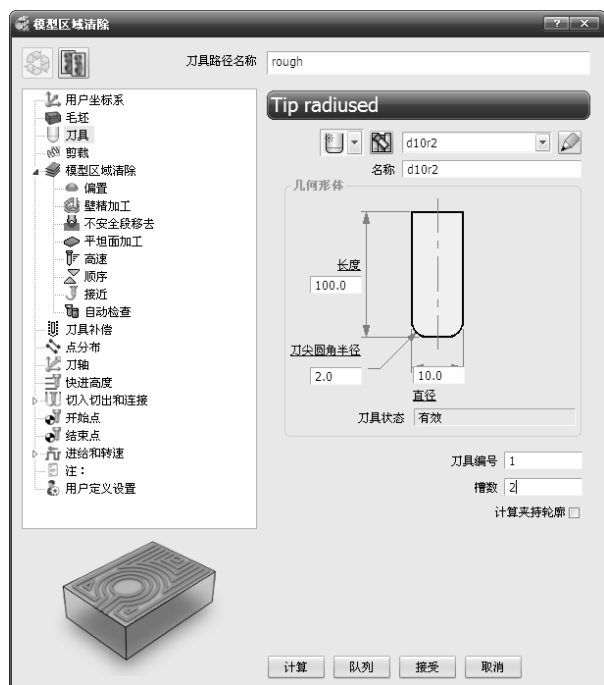

图 3-80 “模型区域清除”对话框
2) 在弹出的“模型区域清除”对话框中设置相关参数，如图 3-80 所示。